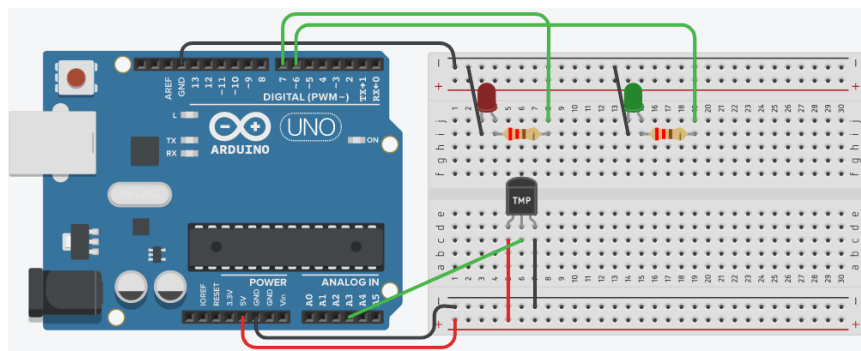

Figura 5.30: exemplo de circuito com sensor de temperatura.
- O sensor de temperatura tem três terminais, o terminal da esquerda é conectado na mesma coluna de furos que o fio vermelho, que está conectado na porta de 5V. O terminal do centro está conectado na mesma coluna de furos que o fio verde, e este está conectado na porta analógica A3. O terminal da direita está conectado na mesma coluna de furos do fio preto, que está conectado no barramento (negativo) da matriz de contato, que por sua vez está conectado pelo fio preto na porta *GND*, como mostra a Figura 5.30.